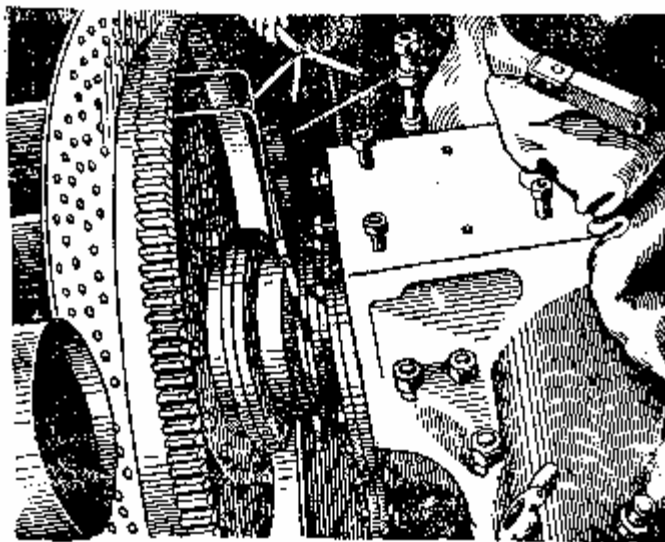

Рис. 105. Центровка двигателя с коробкой перемены передач (замер торцового зазора)
- 4) Проверить совпадение осей ведущего вала коробки перемены передач и коленчатого вала двигателя. Эту проверку производят по двум стрелкам, одну из которых устанавливают на муфте соединения коробки с фрикционом, а другую — под гайку крепления зубчатого венца главного фрикциона, как показано на рис. 105 и 106. Разность зазора между остриями стрелок при замерах сверху, снизу и с боков допускается не более 0,8 мм. В случае несовпадения стрелок более чем на 0,8 мм нужно подобрать соответствующей толщины прокладки под лапы двигателя или сместить двигатель в сторону, насколько позволяет это сделать зазор между болтом и отверстиями в лапах двигателя и в подмоторной раме. Под каждую лапу двигателя разрешается ставить не более трёх прокладок, суммарная толщина которых не должна превышать 1,5 мм. При значительном несовпадении стрелок в левом и правом положениях, а также в тех случаях, когда смещать двигатель в сторону, за счёт зазора между болтами и отверстиями подмоторной рамы, уже больше нельзя, — разрешается увеличение (распиловка) отверстий в подмоторной раме, но не более чем на 1 мм. Для проверки совпадения осей по стрелкам необходимо вытянуть из картера на величину люфта коленчатый вал. Это достигается выключением главного фрикциона от четырёх до пяти раз.